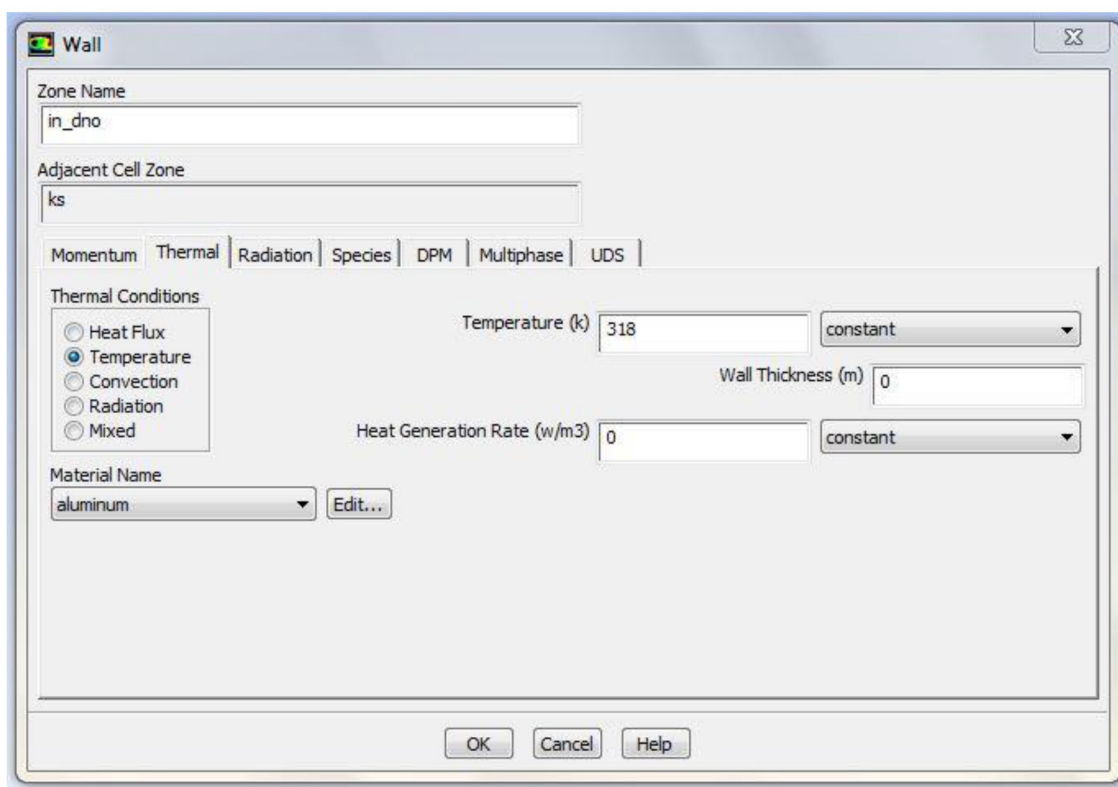

Рисунок 2.14 – Меню настройки граничного условия – стенка (*wall*)
3. На следующем этапе настройки граничных условий необходимо ввести граничные условия для стенки (*in_dno*) (рисунок 2.14).